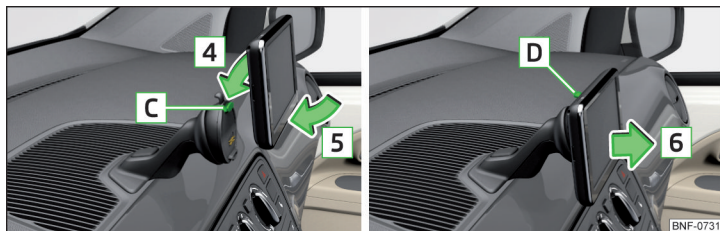

Fig. 87 System: Fastgørelse / Aftagning
- Sæt først systemet ind i den øverste del af holderen **C** i pilens retning **4** » Fig. 87.
- Tryk på udløserknappen **D** med den anden hånd, og tag systemet af i pilens retning **6** » Fig. 87.